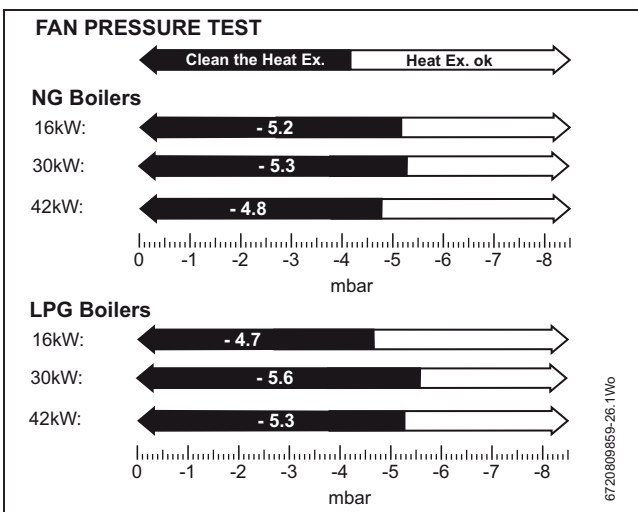

Bild 52 Werte der Gebläsedruckprüfung
- ▶ Die Druckwerte sind negativ. Siehe Abb. 52 unten.